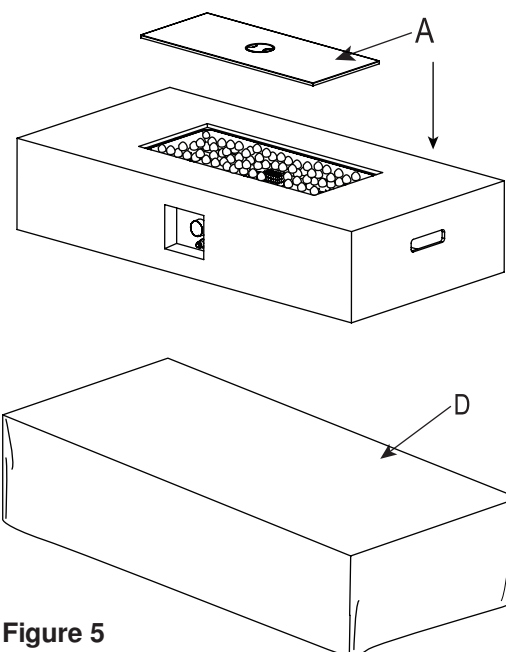

Figure 5
6. Quando il braciere è completamente freddo, coprirlo con la protezione (D) per proteggerlo dagli agenti atmosferici (vedi Figure 5).